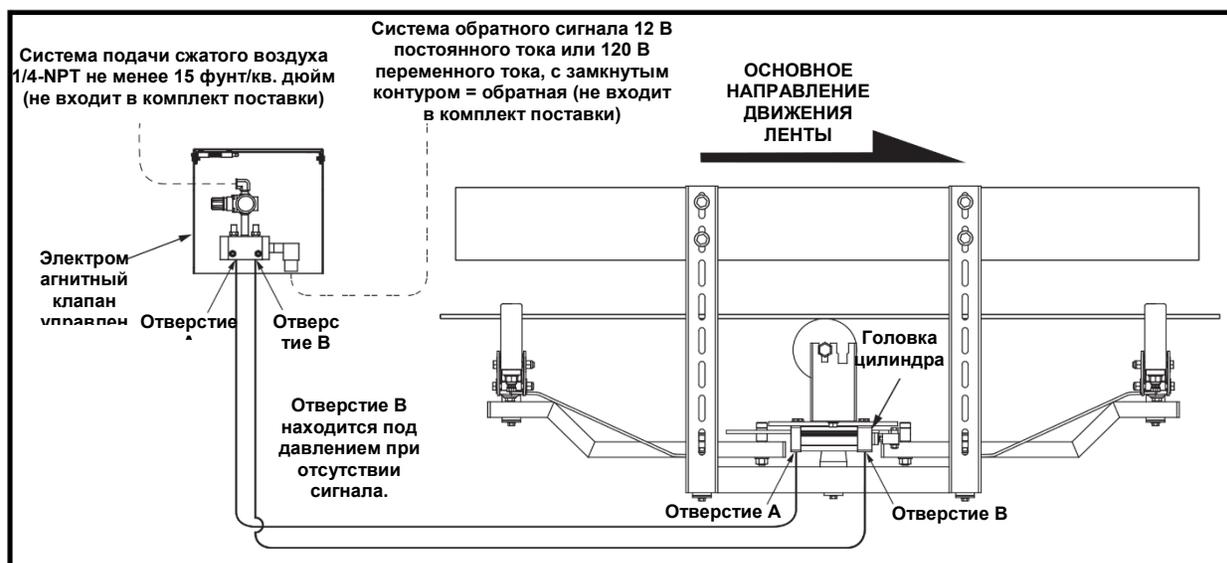

Рис. 8. Органы управления пневмоцилиндра
Направление установки механизма переключения, управляемого пневмоцилиндром см. на рис. 8 и 9.
4. Соедините линию подачи сжатого воздуха с электромагнитным клапаном управления, как показано на рис. 8.